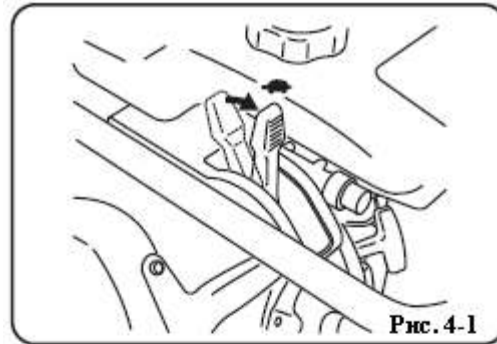

Рис. 3
5. Залейте неэтилированный бензин в топливный бак. Следите за уровнем моторного масла, чтобы избежать повреждения двигателя (рис. 3). Используйте масло 10W-30 SE, SF или лучше.